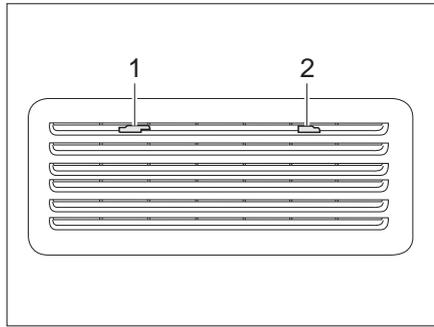
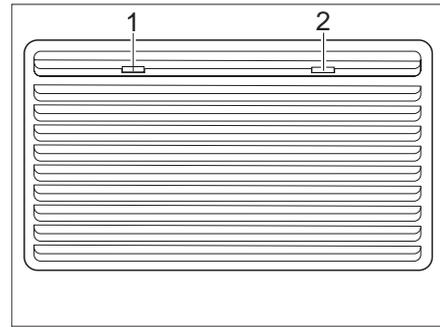

Bild 236 Kühlschrank-Lüftungsgitter (Thetford)
Bild 237 Kühlschrank-Lüftungsgitter (Thetford groß)
- Arretierungen (Bild 236,1 und 2 bzw. Bild 237,1 und 2) zur Mitte schieben.